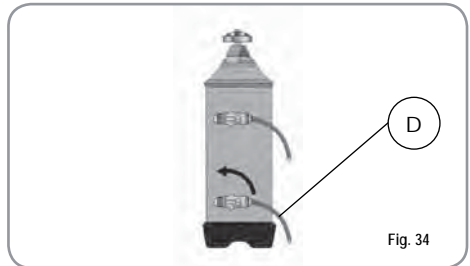

Fig. 34
- 3) Llevar nuevamente la palanca D hacia la izquierda (Fig. 34).